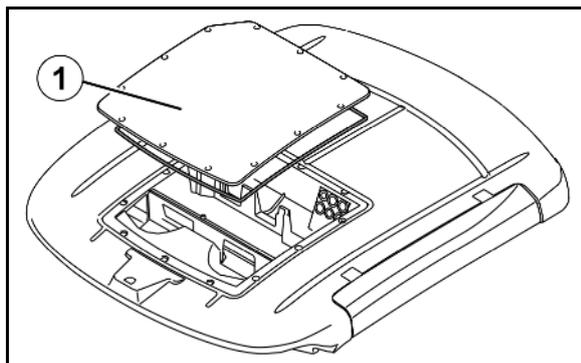

Fig. 198
2. Souffler de l'air comprimé (5 bar max) sur l'évaporateur (Fig. 198/2) et le radiateur d'eau chaude (Fig. 198/3).
3. Remplacer les joints d'étanchéité (Fig. 198/1) endommagés sous le couvercle.